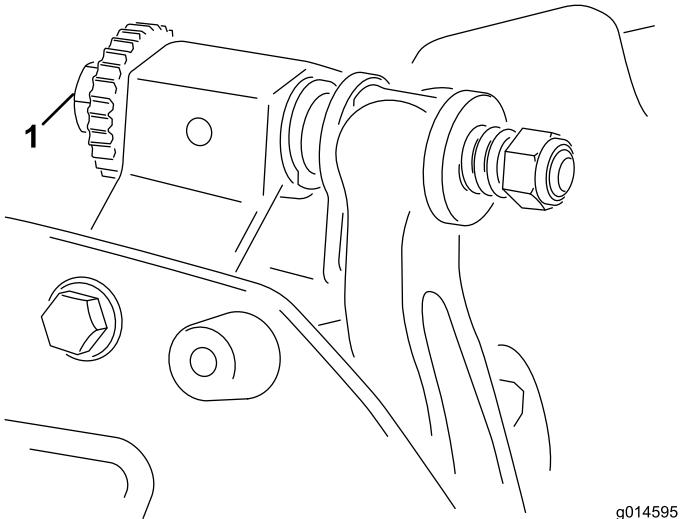

図 4
1. カッティングユニットを平らな水平の作業台上に置く。ベッドバー調整ねじ図 4を左に回して、リールと下刃の接触を完全にななくす。